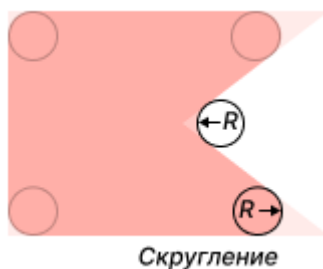

Рис. 154 Скругление углов апертуры
- Скругление – значение радиуса сопрягающей дуги окружности. При указании значения > 0 скругление применяется ко всем углам апертуры, см. Рис. 154.